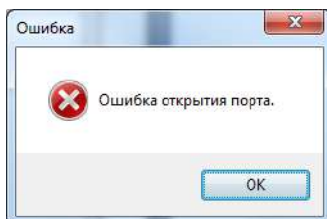

Рисунок 10
3.6.9 Если устройство не было найдено или в результате поиска появилось окно (рисунок 10), то следует проверить подключение адаптера ЛИН-USB-SRV и наличие напряжения питания СИ СЕНС на контактах «+» и «-».